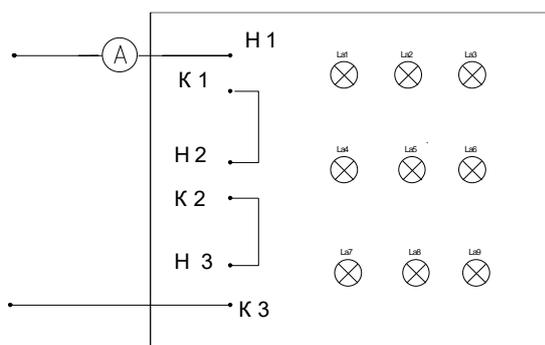

Рисунок 1. Схема последовательного соединения приёмников
**Ход работы:** Ознакомиться со схемой (рис.1) последовательного соединения и проверить правильность соединения.